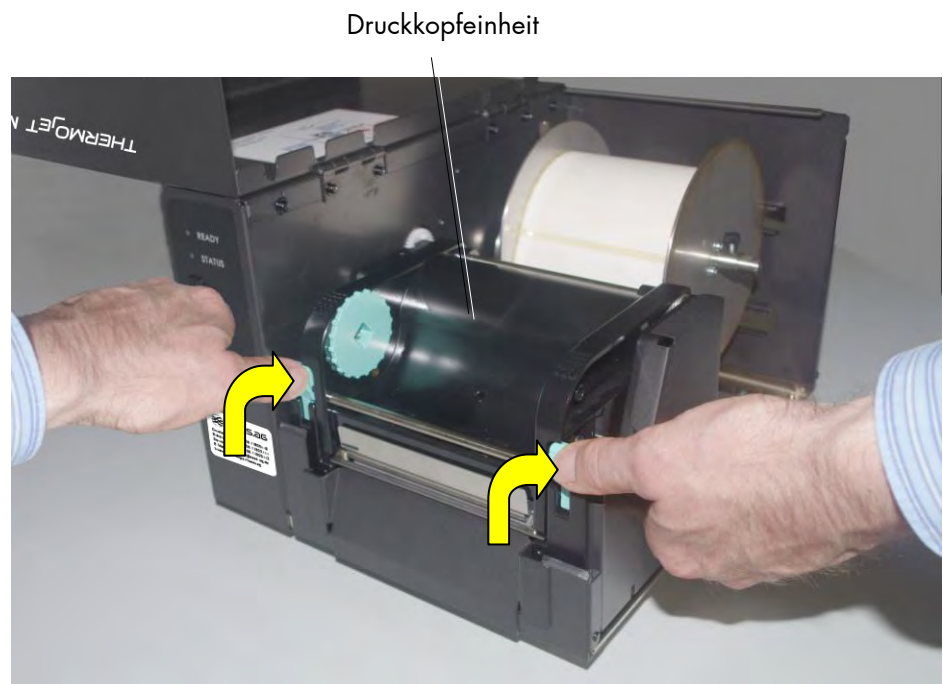

Abb. 4.2.1.a Beide Druckkopf-Freigabehebel betätigen
5. Nehmen Sie den Farbband-Abwickler zur Hand. Dieses Teil ist im Lieferumfang enthalten; bauen Sie es ggf. zunächst (durch eine Bewegung in Längsrichtung entgegen der Federkraft) aus dem Druckerinneren aus. Der Farbband-Abwickler befindet sich an der Unterseite der Druckkopfeinheit. Sie erreichen ihn, nachdem Sie die Druckkopfeinheit entriegelt und hochgeschwenkt haben; vgl. Abb. 4.2.1.a.